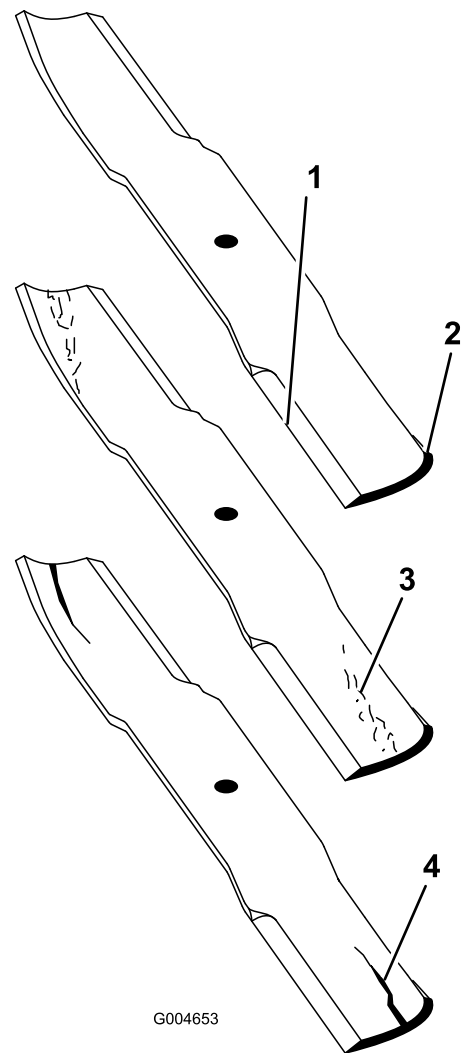

Bild 103
2. Prüfen Sie die Schnittkanten des Messers sorgfältig, insbesondere dort, wo die geraden Flächen die gebogenen berühren (Bild 103).
Hinweis: Da Sand und anderes reibendes Material das Metall abschleifen kann, das die flachen mit den gebogenen Teilen verbindet, müssen Sie das Messer vor jedem Einsatz des Rasenmähers prüfen. Wenn Sie Abnutzungen (Bild 103) feststellen, sollten Sie das Messer auswechseln.